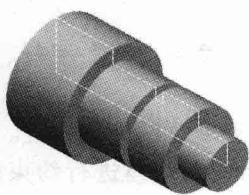

图 1-7 “制陶转盘”法
**2. “制陶转盘”法** 制陶转盘法以一个简单的旋转特征创建零件，如图 1-7 所示。一个单个草图表示一个切面，它包括在一个特征里完成该零件所有信息及尺寸。尽管这种方法看上去很有效，但是大量的设计信息包含在单个特征中，限制了模型的灵活性而且修改时很麻烦。